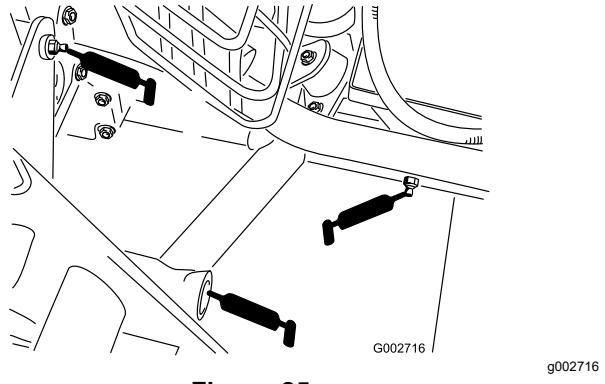

Figura 25
- attacco posteriore (5) (Figura 25)